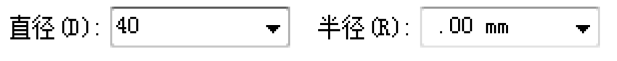

图 6-105 填入直径尺寸值
(1) 单击【绘制草图】选项卡【绘图】区域下的 $\bigcirc$ 【圆】按钮下的【中心和点画圆】,在弹出的菜单栏中的直径(D): 【直径】中填入值 40mm,如图 6-105 所示。